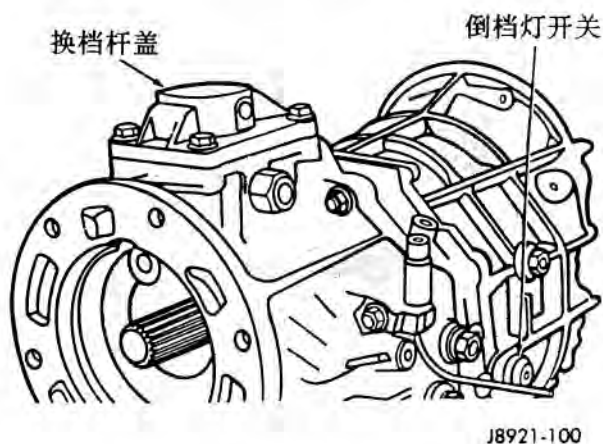

图 100 安装换档杆盖和倒车灯开关
(12) 在壳体上安装换档杆盖和新密封垫 (图 100)。螺栓拧紧扭矩为 18 牛·米 (13 磅英尺)。
(13) 安装倒车灯开关 (图 100)。紧固开关的扭矩为 37 牛·米 (27 磅英尺)。